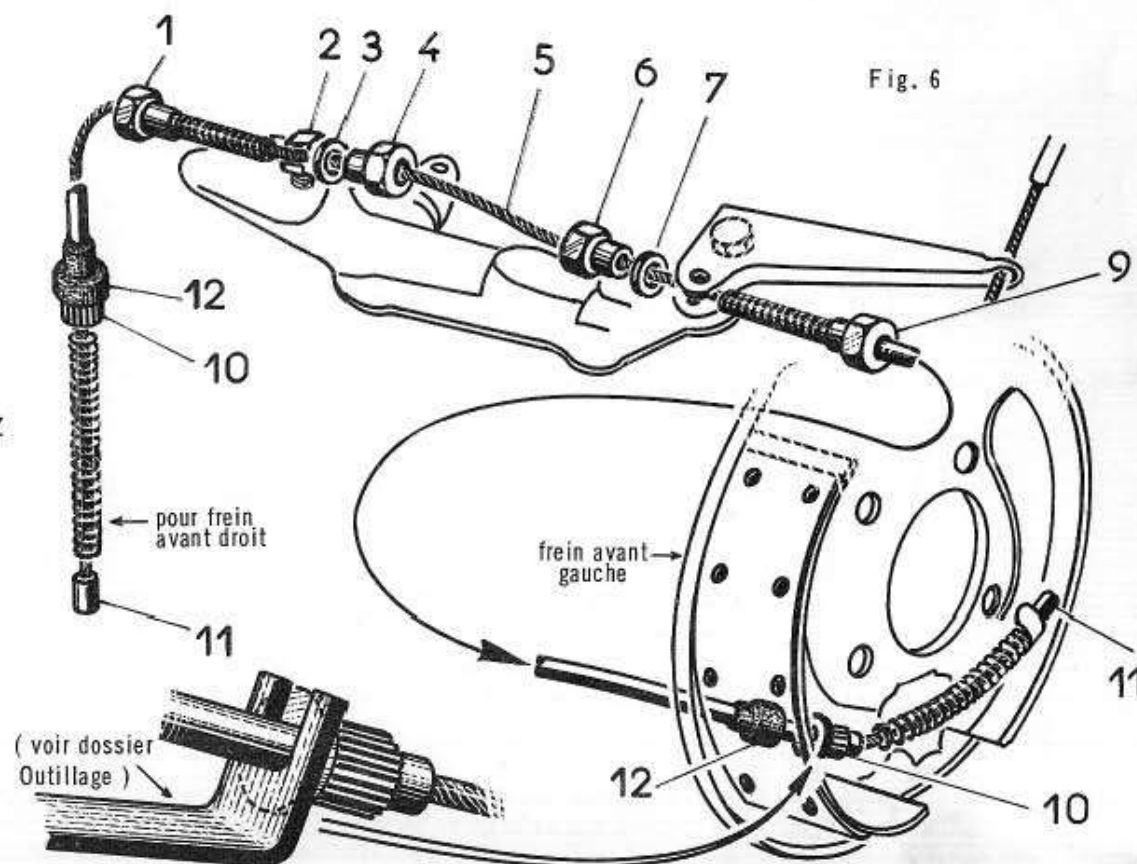

Fig. 6
508 - REMPLACEMENT ou GRAISSAGE du CABLE de FREIN à MAIN (y compris REGLAGE) (Fig. 6)
- 3) Dégager du levier les embouts (11) du câble. A l'aide d'une clé plate ou d'un fer plat à fourche (Fig. 6), déposer les manchons cannelés (10) et les embouts de caoutchouc (12). Dévisser et déposer le contre-écrou (4) et la rondelle (3). Déposer la vis de réglage (1), dégager le câble (5) de la saignée de butée de gaine (2). Déposer le contre-écrou (6), la rondelle (7) et la vis de réglage (9). Dégager le câble de l'axe d'articulation du levier et le déposer.